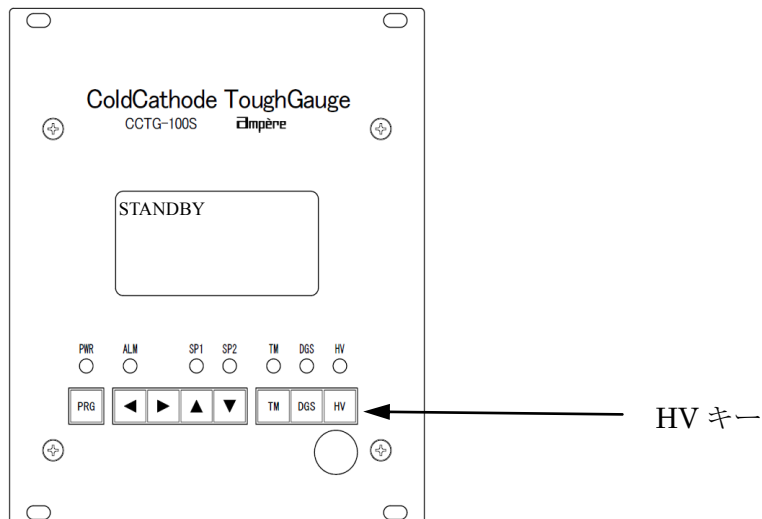

図 16 待機モード画面
- (1) 真空装置を作動させて、排気を行います。
- (2) 圧力が測定圧力範囲内にあることを確認します。
- (3) 画面に「STANDBY」と表示された状態（「図 16 待機モード画面」参照）で、HV キー（図 3-⑮）を押すと測定を開始します。